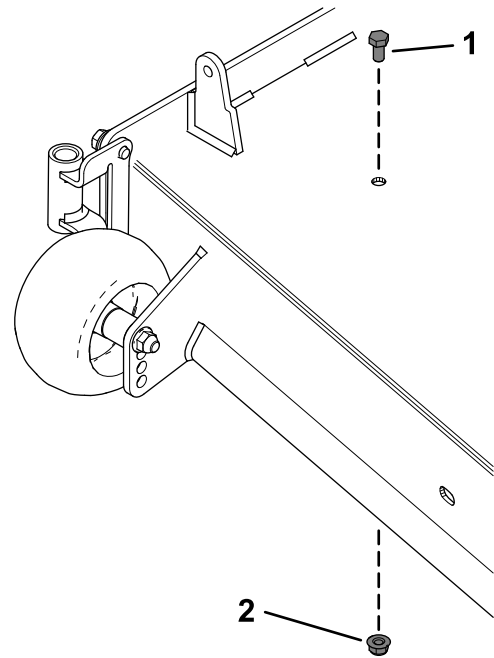

Figura 9
2. Retire el perno y la tuerca existentes de la carcasa de corte (Figura 9).